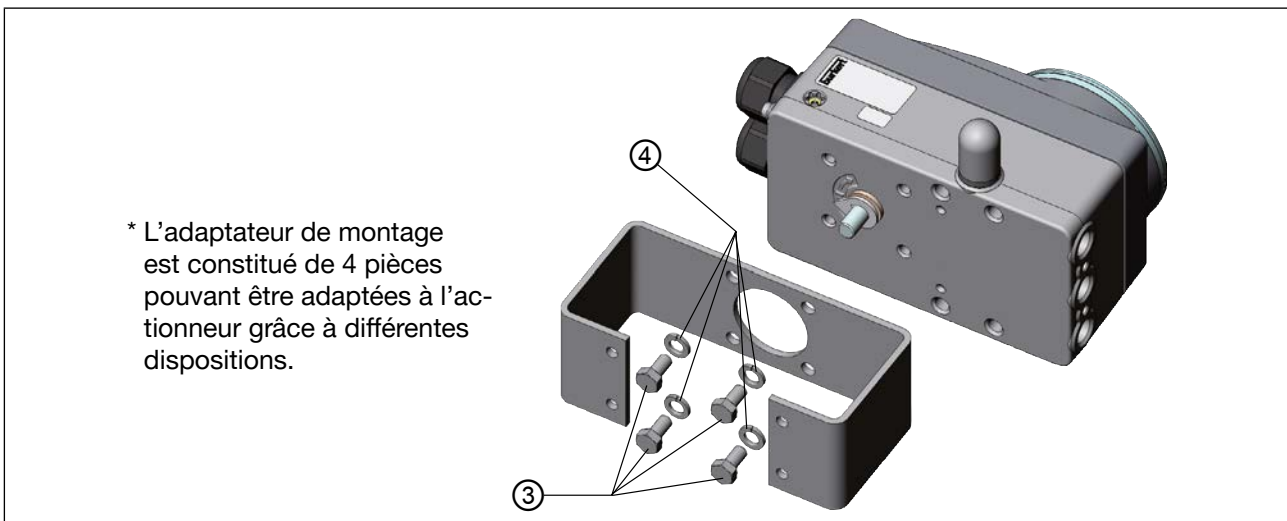

Figure 19 : Fixer l'adaptateur de montage (représentation schématique)
→ Fixer l'adaptateur de montage sur le type 8792/8793 avec 4 vis à tête cylindrique ③ et des rondelles élastiques ④ (voir "Figure 19")